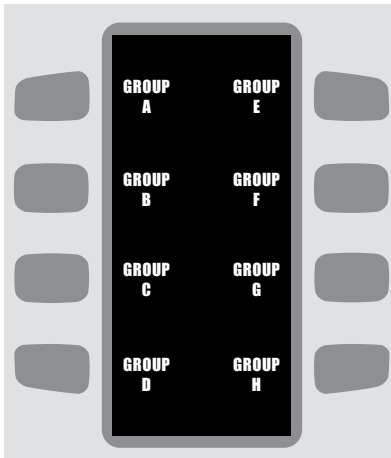

FIGURE 15 : Écran Idle (Inactivité) (Select Menu Group/Sélection d'un groupe de menus)
2. Dans l'écran IDLE (Inactivité), sélectionnez le groupe de recettes qui contient la recette que vous voulez faire cuire en appuyant sur la touche de fonction adjacente (Figure 15).